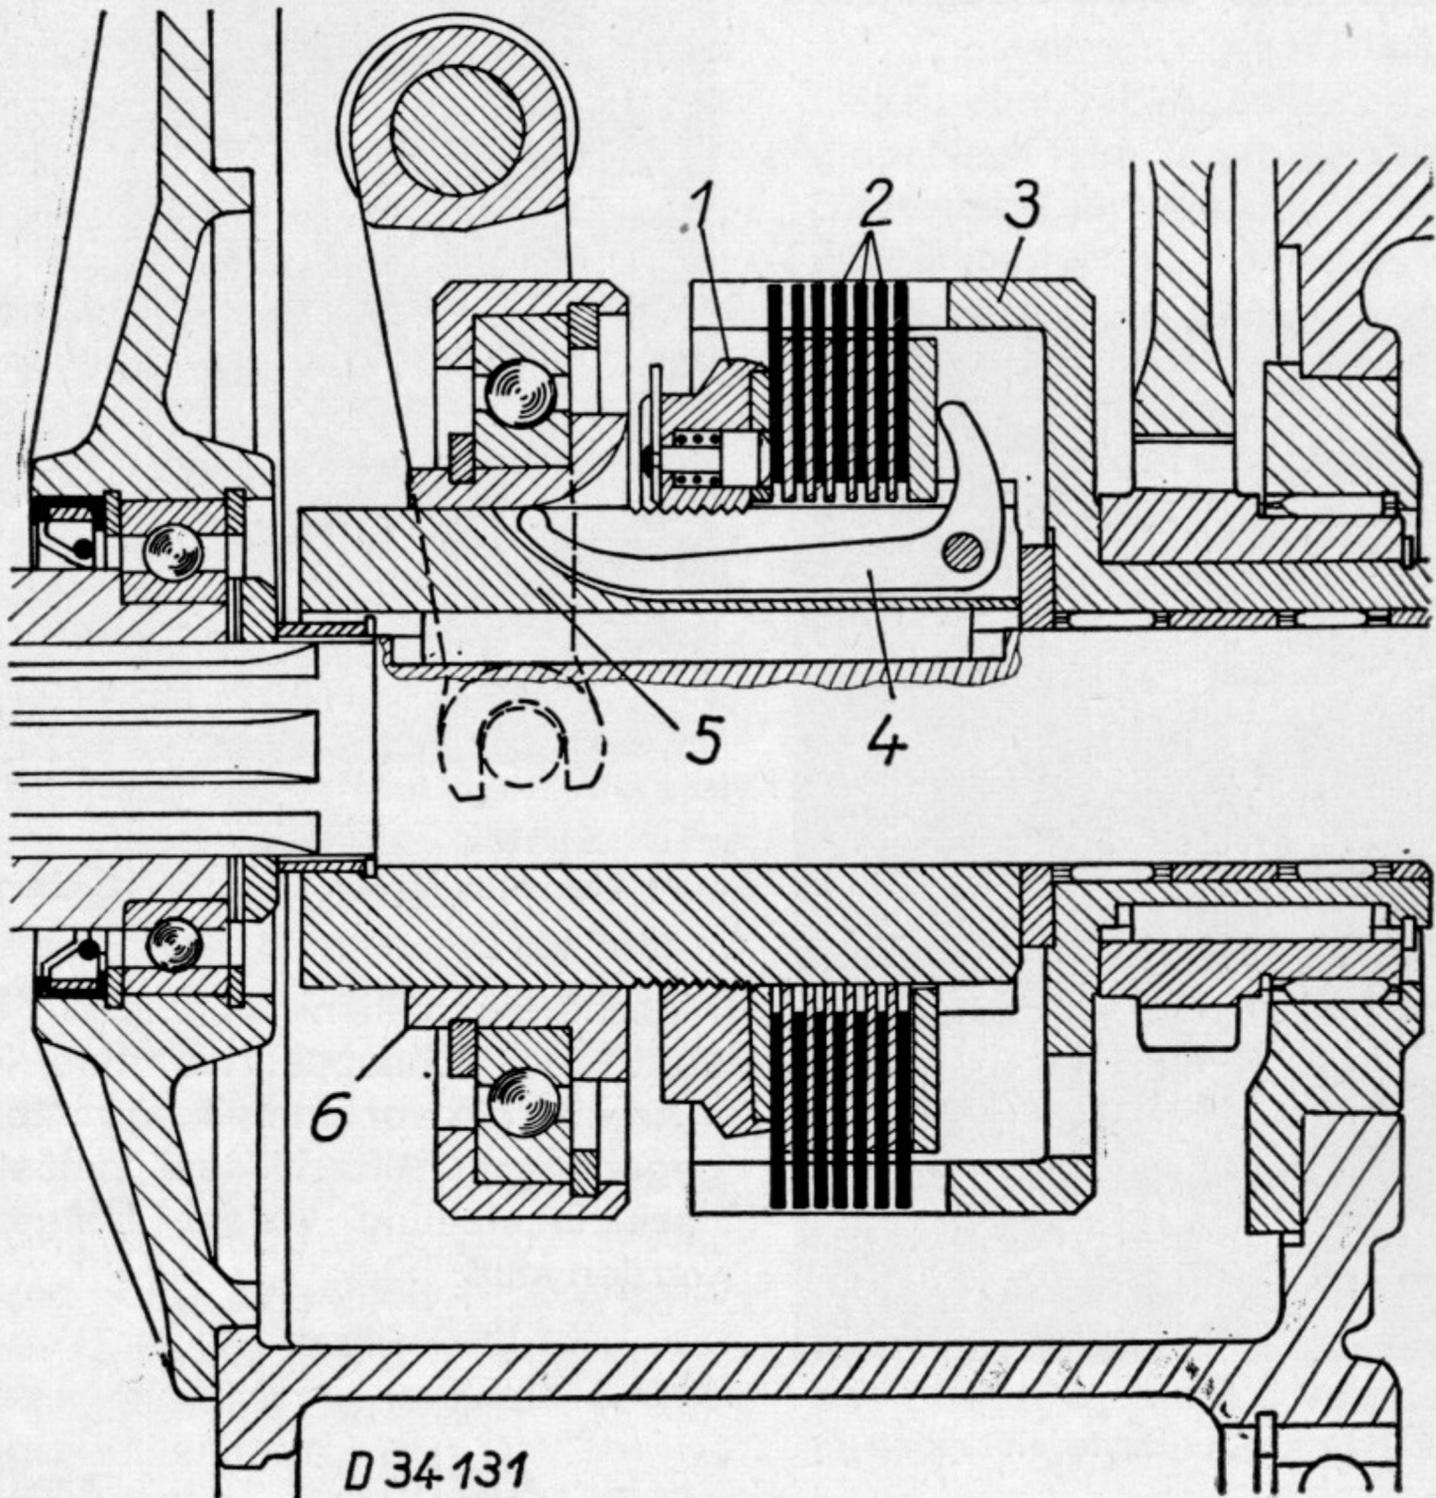
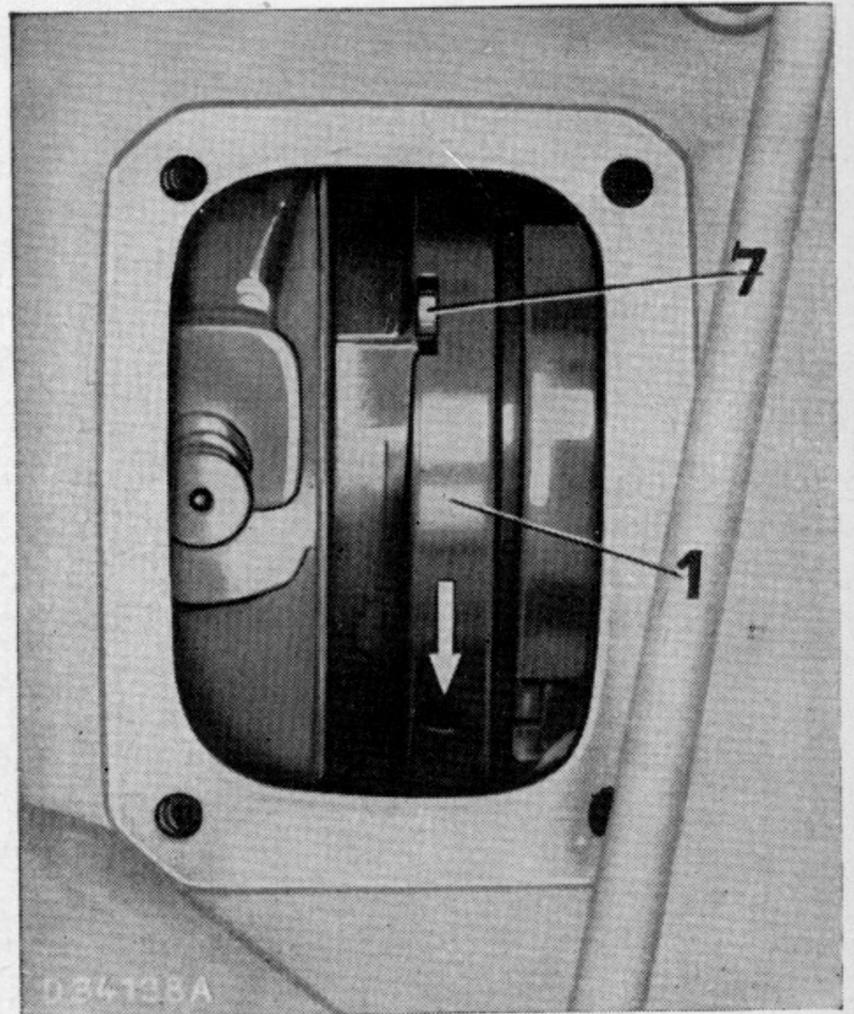
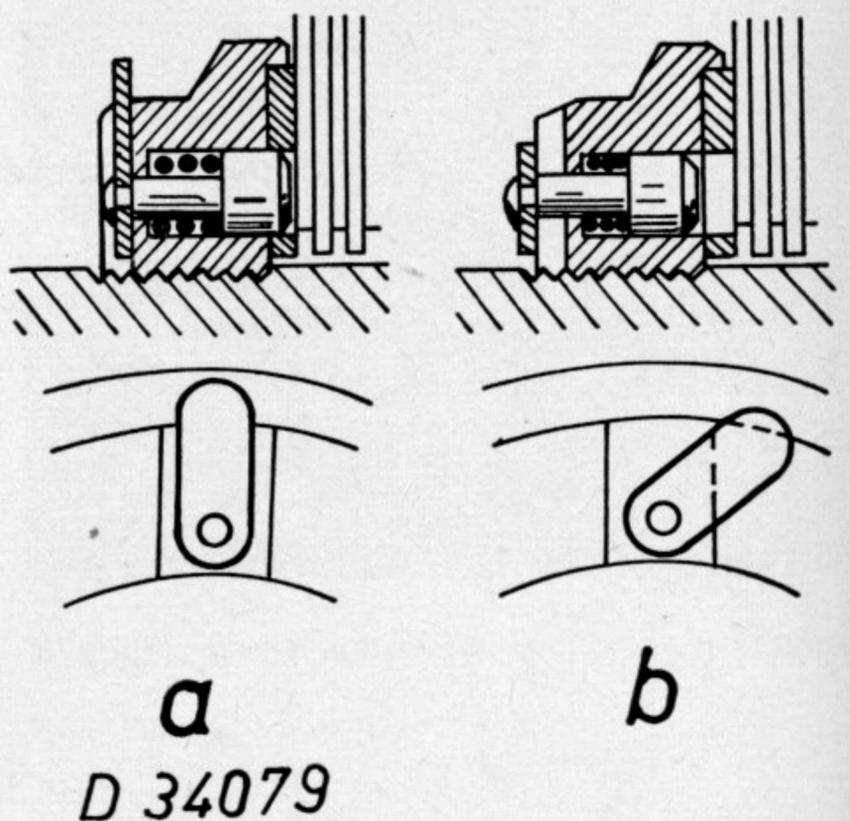

Bild 225. Lamellenkupplung, Schnitt
Bild 227
Bild 228
b) Nachstellmutter 1 (Bild 225/227) durch Zurückziehen und Drehen des Schnappstiftes entsichern (Bild 228).
c) Nachstellmutter 1 (Bild 227) mittels beigegebenem Stift um 2 Lochteilungen in Pfeilrichtung (s. Bild) drehen, dabei Schnappstift wieder in Sicherungsstellung a (Bild 228) drehen, damit er jeweils beim Drehen der Nachstellmutter um 1 Lochteilung wieder einrastet.
d) Die Kupplung muß so eingestellt sein, daß die Kraft ohne Rutschen übertragen wird und beim Ausschalten die Kupplungsglocke 3 (Bild 225) zum Stillstand kommt.